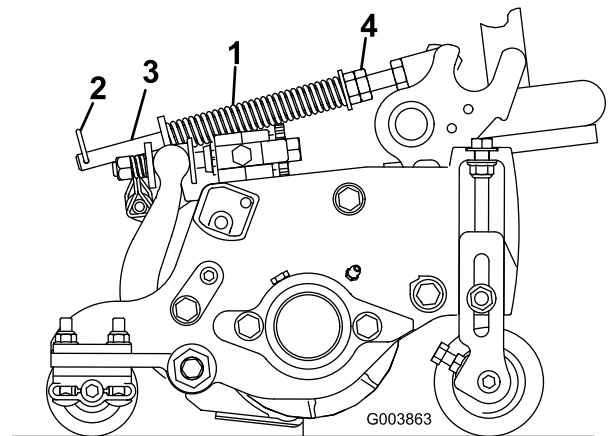

図 87
ターフ補正スプリングは、カッティングユニットの前から後ろへの「体重移動」を行う働きがあります 図 87。これにより、マーセリングやポビングと呼ばれる「波打ったような」仕上がりを防いでいます。
1. スプリングロッドの後穴にヘアピンコッターを忘れずに取り付けてください 図 87。
2. スプリングロッド前部の六角ナットを締めて、スプリング圧縮状態の長さが以下の通りになるようにする5" カッティングユニットでは 12.7 cm 7" カッティングユニットでは 15.9 cm 図 87。